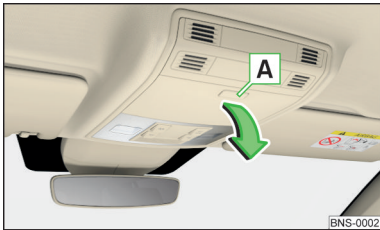

Abb. 123
- Zum **Öffnen** die Taste **A** drücken. Das Fach klappt in Pfeilrichtung » Abb. 123.